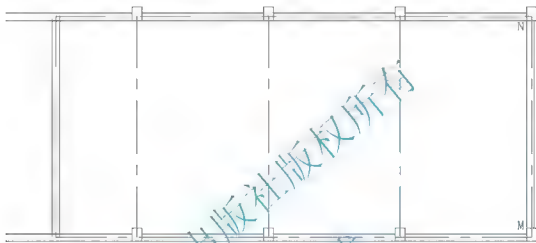

图 4.15 绘制 1 轴线墙体
② 在输入对正类型 [上(T)/无(Z)/下(B)] <上>: 提示下,输入“Z”后按 Enter 键,将对正方式改为“Z”(即中心对正)。
③ 在指定起点或 [对正(J)/比例(S)/样式(ST)]: 提示下,捕捉 B 轴线和 1 轴线的交点作为多线的起点。
④ 在指定下一点或 [闭合(C)/放弃(U)]: 提示下,将光标向下拖动,捕捉 A 轴线和 1 轴线的交点,按 Enter 键结束命令,结果如图 4.15 所示。